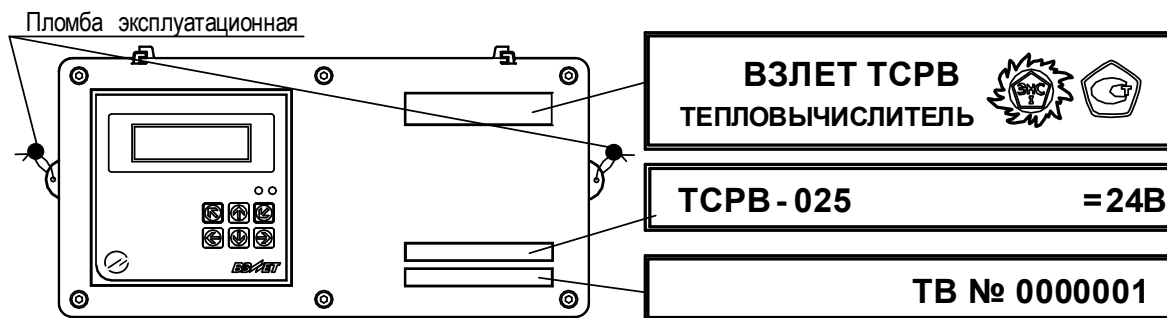

Рис.3. Вид и размещение маркировки и возможных мест пломбирования корпуса ТВ.
1.7.1. Маркировка на лицевой панели ТВ (рис.3) содержит:
- 1.7.4. Для защиты от несанкционированного доступа при транспортировке, хранении и эксплуатации могут пломбироваться две проушины на корпусе ТВ со стороны лицевой панели (рис.3).